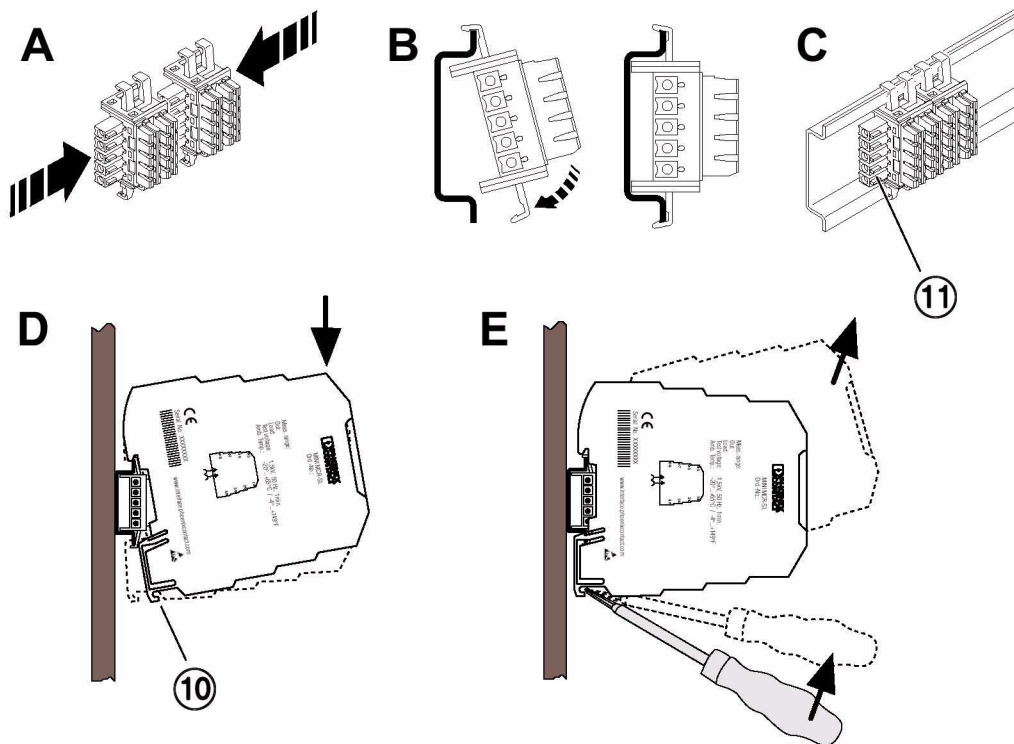

Bild 5 Montage/Demontage
**Rastfuß** (Bild 5, Abb. D, Punkt 10) **unten** und **Steckerteil** (Bild 5, Abb. C, Punkt 11) **links!**
- Legen Sie den Tragschienen-Connector zur Brückung der Spannungsversorgung zuerst in die Tragschiene ein (siehe Bild 5).